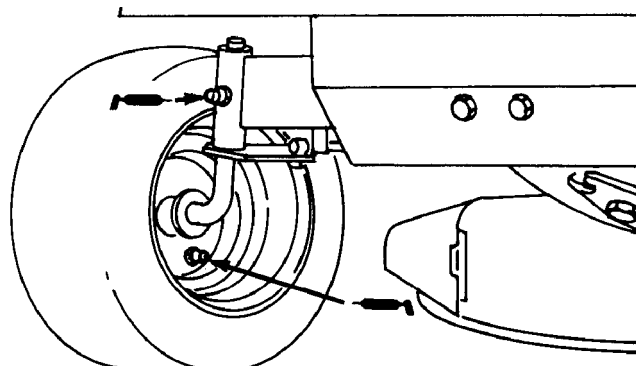

Figure 15
- Graisser les roues avant et leurs pivots de fusée jusqu'à ce que la graisse commence à suinter hors des roulements (Fig. 15).